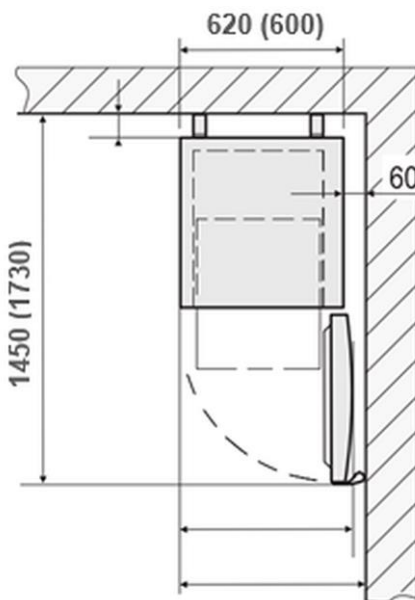

Fig. 7
- Si l'appareil doit être installé dans un angle de pièce, assurer une distance sur les côtés d'au moins 60 mm (fig. 7).